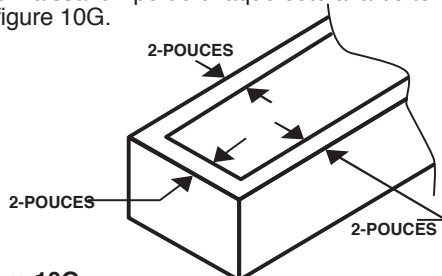

Figure 10G
10. Insérez la boîte du chauffage au centre de la boîte fabriquée en laissant 2 po de chaque côté à la boîte fabriquée. Voir figure 10G.